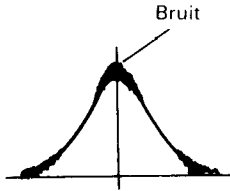

Fig. 25
- Remarque 1: Appliquer des signaux à faible entrée provenant d'un générateur de balayage (avec une petite quantité de bruit surimposésur une forme d'onde IF, comme indiqué sur la Fig. 25) et régler la forme d'onde jusqu'à ce qu'elle soit maximale et symétrique.